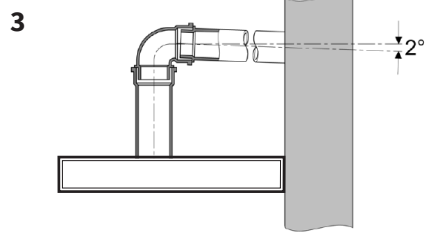

Abb. 3: Neigungswinkel der Abluftleitung
- Bei waagrecht Verlegen der Abluftleitung muss ein Mindestgefälle von 1 cm je Meter bzw. ein Neigungswinkel von 2° eingehalten werden. (**Abb. 3**) Es könnte sonst Kondenswasser in den Motor der Abzugshaube laufen.